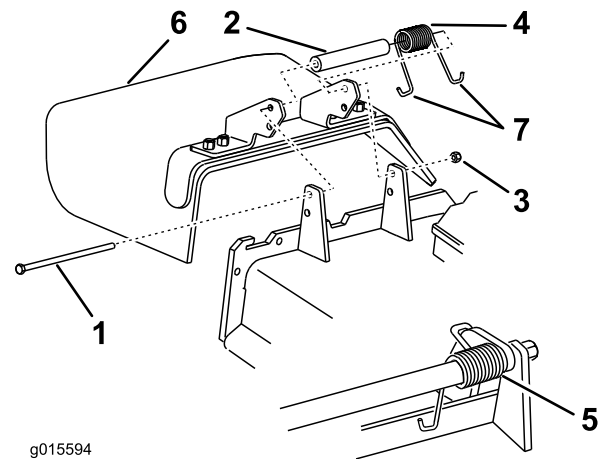

Bild 97
Hinweis: Achten Sie darauf, dass ein J-förmiges Federende hinter der Mähwerk-kante installiert wird, bevor Sie die Schraube wie in Bild 97 gezeigt einsetzen.
3. Setzen Sie Schraube und Mutter ein. Führen Sie ein J-förmiges Hakenende der Feder um das Ablenkblech (Bild 97).
1. Entfernen Sie die Sicherungsmutter, Schraube, Feder und das Distanzstück, mit denen das Ablenkblech an den Drehhalterungen befestigt ist (Bild 97). Entfernen Sie defekte oder abgenutzte Ablenkbleche.